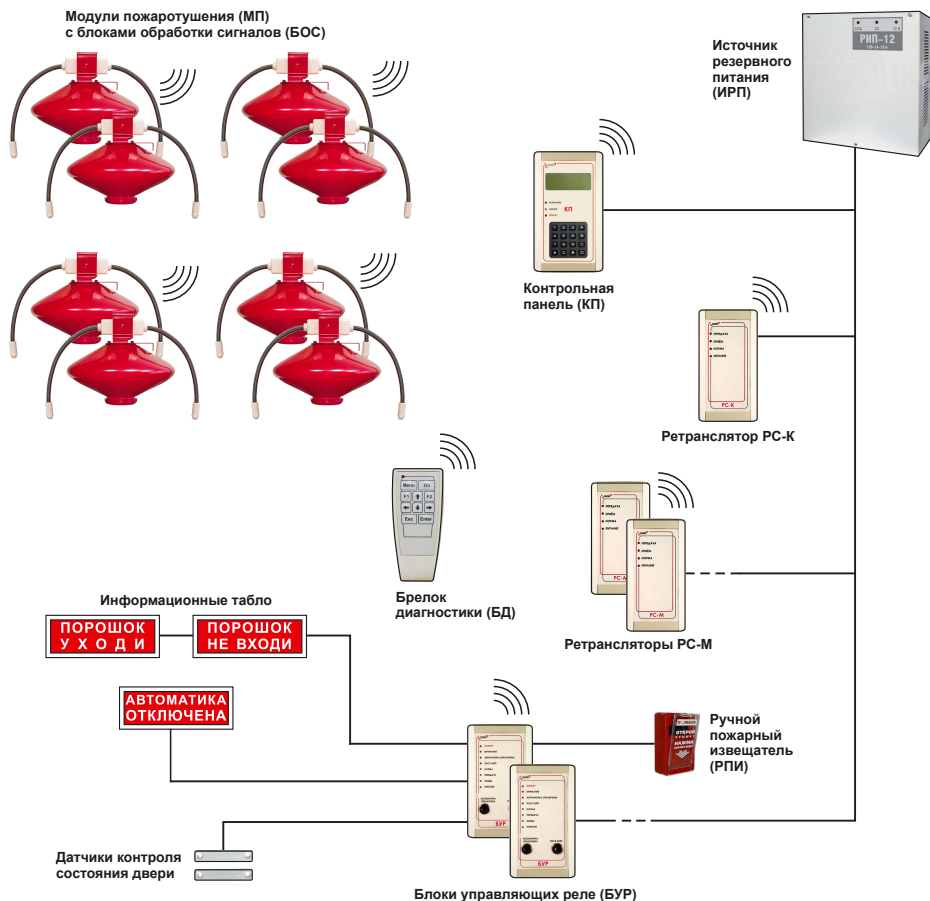

Рис.1. Общая структурная схема АУП «Гарант-Р» ПО-2
1.2.1. Общая структурная схема автоматической установки пожаротушения «Гарант-Р» ПО-2 представлена на рис. 1.